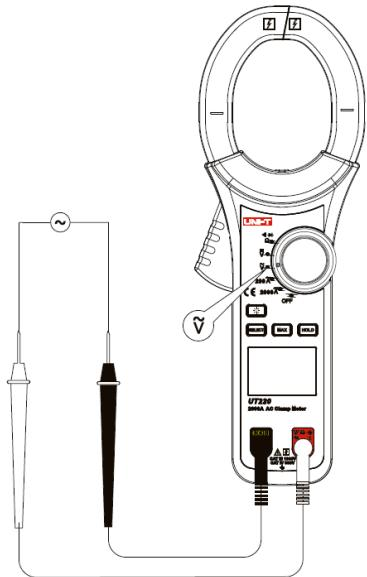

Figura 4
2. MEDIDA DE TENSÃO AC (\tilde{V}) (VER FIGURA 4)